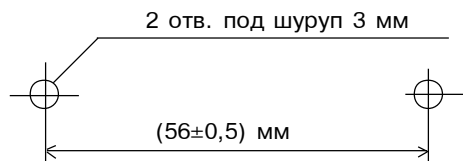

Рис. 92. Схема разметки для установки БОС
- проведите разметку для установки БОС в соответствии с рис. 92.